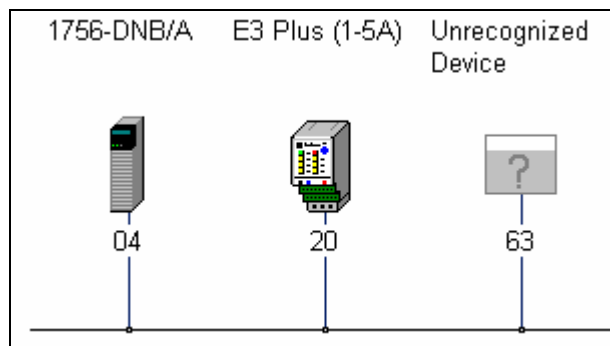

图 3-32 扫描到的 DeviceNet 网络
12. 此时，*RSNetWrox* 开始扫描网络。*RSNetWrox* 将自动查找网络驱动列表下的所有设备。扫描完成后，DeviceNet 网络上设备均以图标形式显示，如图 3-32 所示。